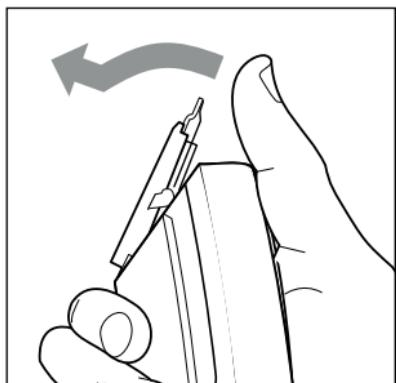
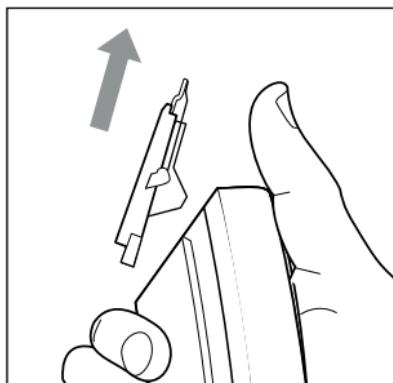

Abb. 8
Abb. 9
- Die Schneidklinge des Scherkopfes ① darf mit Wasser gereinigt werden. Verwenden Sie keine anderen Flüssigkeiten.
- 1) Drücken Sie zuerst den Scherkopf ① mit dem Daumen nach vorne vom Gerät ab (siehe Abb. 8). Ziehen Sie dann den Scherkopf ① nach oben aus dem Gerät (siehe Abb. 9).